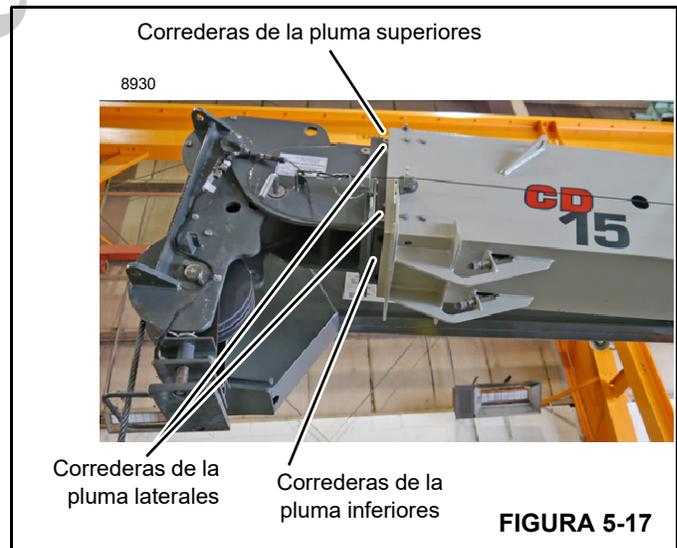

FIGURA 5-17
4. Aplique grasa EP2 a base de litio, o una equivalente, con una brocha a las superficies de deslizamiento (Figura 5-17) de todas las secciones de la pluma. Utilice únicamente una pequeña cantidad de lubricante para lograr los mejores resultados.